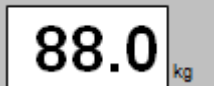

Figura 67 – Subpantalla “UF Parámetros” en la pantalla “Prescripción”
Cada uno de los parámetros de dializante que pueden editarse se muestran a la derecha del botón en pantalla **UF Parámetros**. Para editar los parámetros ultrafiltración (UF), seleccione el botón en pantalla **UF Parámetros**. Se mostrará la pantalla “UF Parámetros” (vea la Figura 67 a continuación).